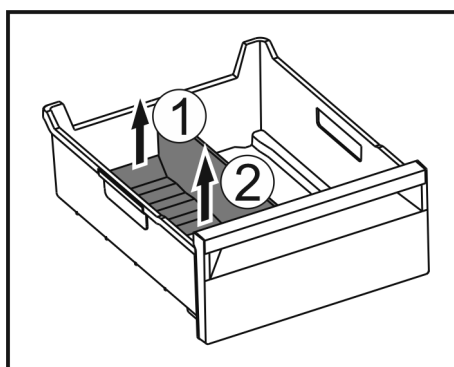

Fig. 170
- Lyft upp frysfacksdelarens bakre del. Fig. 170 (1)
- Ta ut frysfacksdelaren uppåt. Fig. 170 (2)